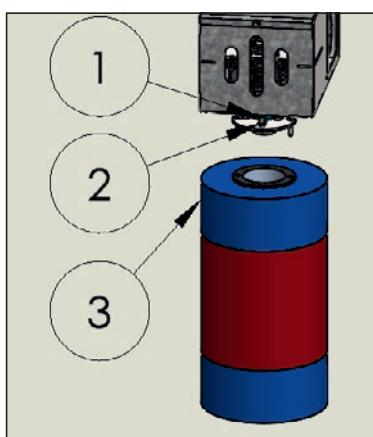

Bild 4: Montering borste med drivenhet
2. Fäst borsten med fyra skruvar (bild 4, nr 1), brickor (bild 4, nr 2) på drivenheten.